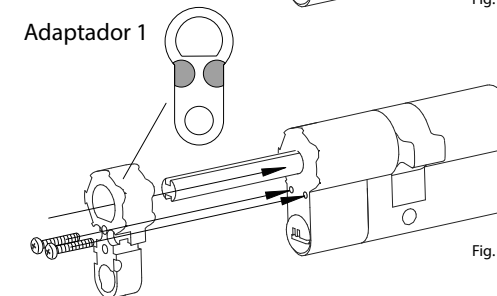

Fig. 6
- 44 - 53 mm = se necesita un adaptador 1 (Fig. 6)